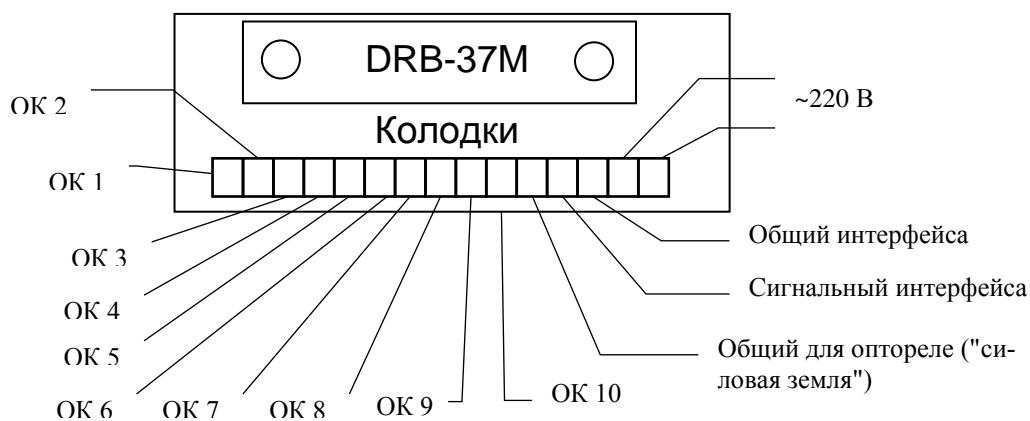

Рис.2. Схема подключения.
«Uref / Corr» - коррекция внутреннего ИОН по калиброванному напряжению. В этом режиме производится коррекция внутреннего источника опорного напряжения (ИОН), для этого необходимо установить на всех каналах тип датчика 4 (ХА) или 5 (ХК), на все каналы от источника калиброванного напряжения подать напряжение $V=48.452$ мВ (схема подключения как термопара: "минус" подключить к GND, "плюс" - к UDi-, где $i=1, 2..10$, см. рис. 2) и подождать 40 секунд.
5.6.2.1 Подключить к поверяемому ИТР магазин сопротивлений, имитирующий первичные датчики. Входы всех используемых каналов измерения должны быть подключены параллельно друг другу, неиспользуемые входы должны быть заглушены согласно рис. 2. Определить установленный при настройке прибора тип термодатчика. Выставить на магазине сопротивлений величину, равную сопротивлению термодатчиков в 0 °С. Перевести ИТР в режим автоперебора каналов. Если в процессе перебора каналов не возникает сообщений об ошибках, то прибор работоспособен.